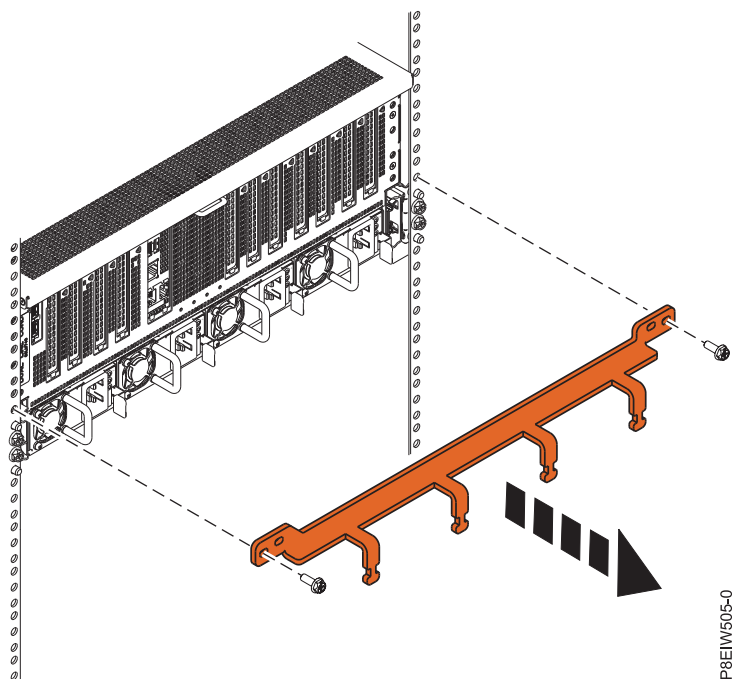

図 21. 出荷用ブラケットの取り外し
1. 配送用ブラケットをシャーシに固定している 2 つのねじを取り外します (図 21 を参照)。